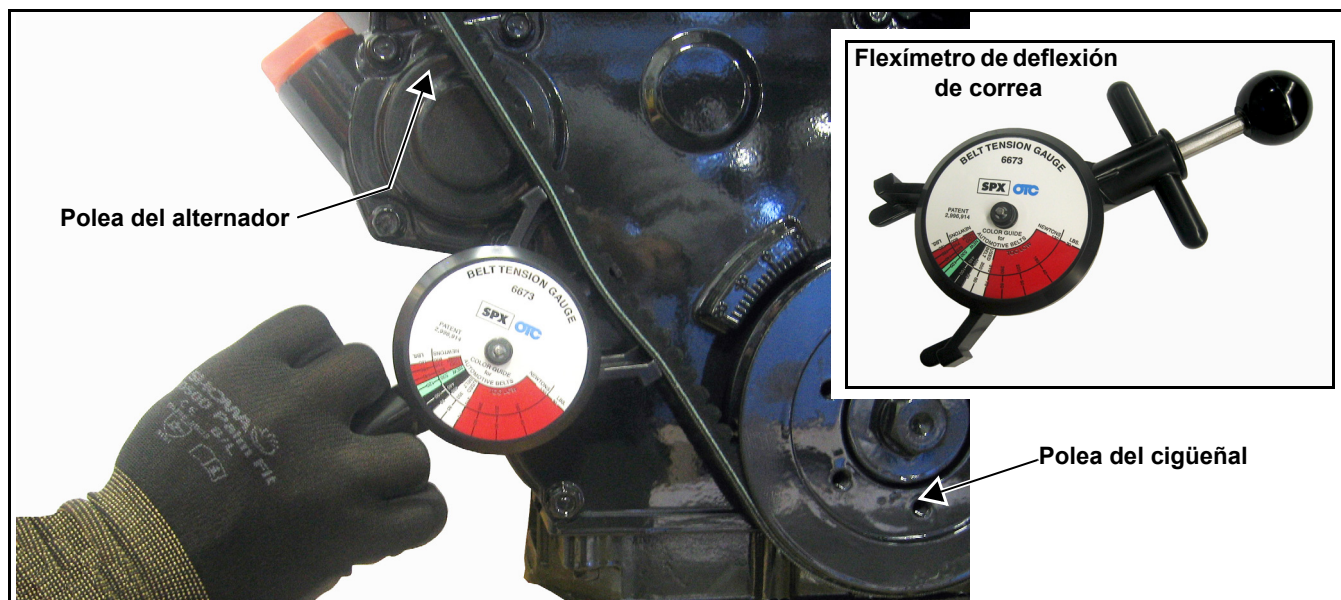

Figura 5-13. Comprobación de la deflexión de la correa en V
5. Usando un flexímetro adecuado, aplique 22 lb (10 kgf) de fuerza en el punto medio entre el cigüeñal y las poleas del alternador. Vea la Figura 5-13.